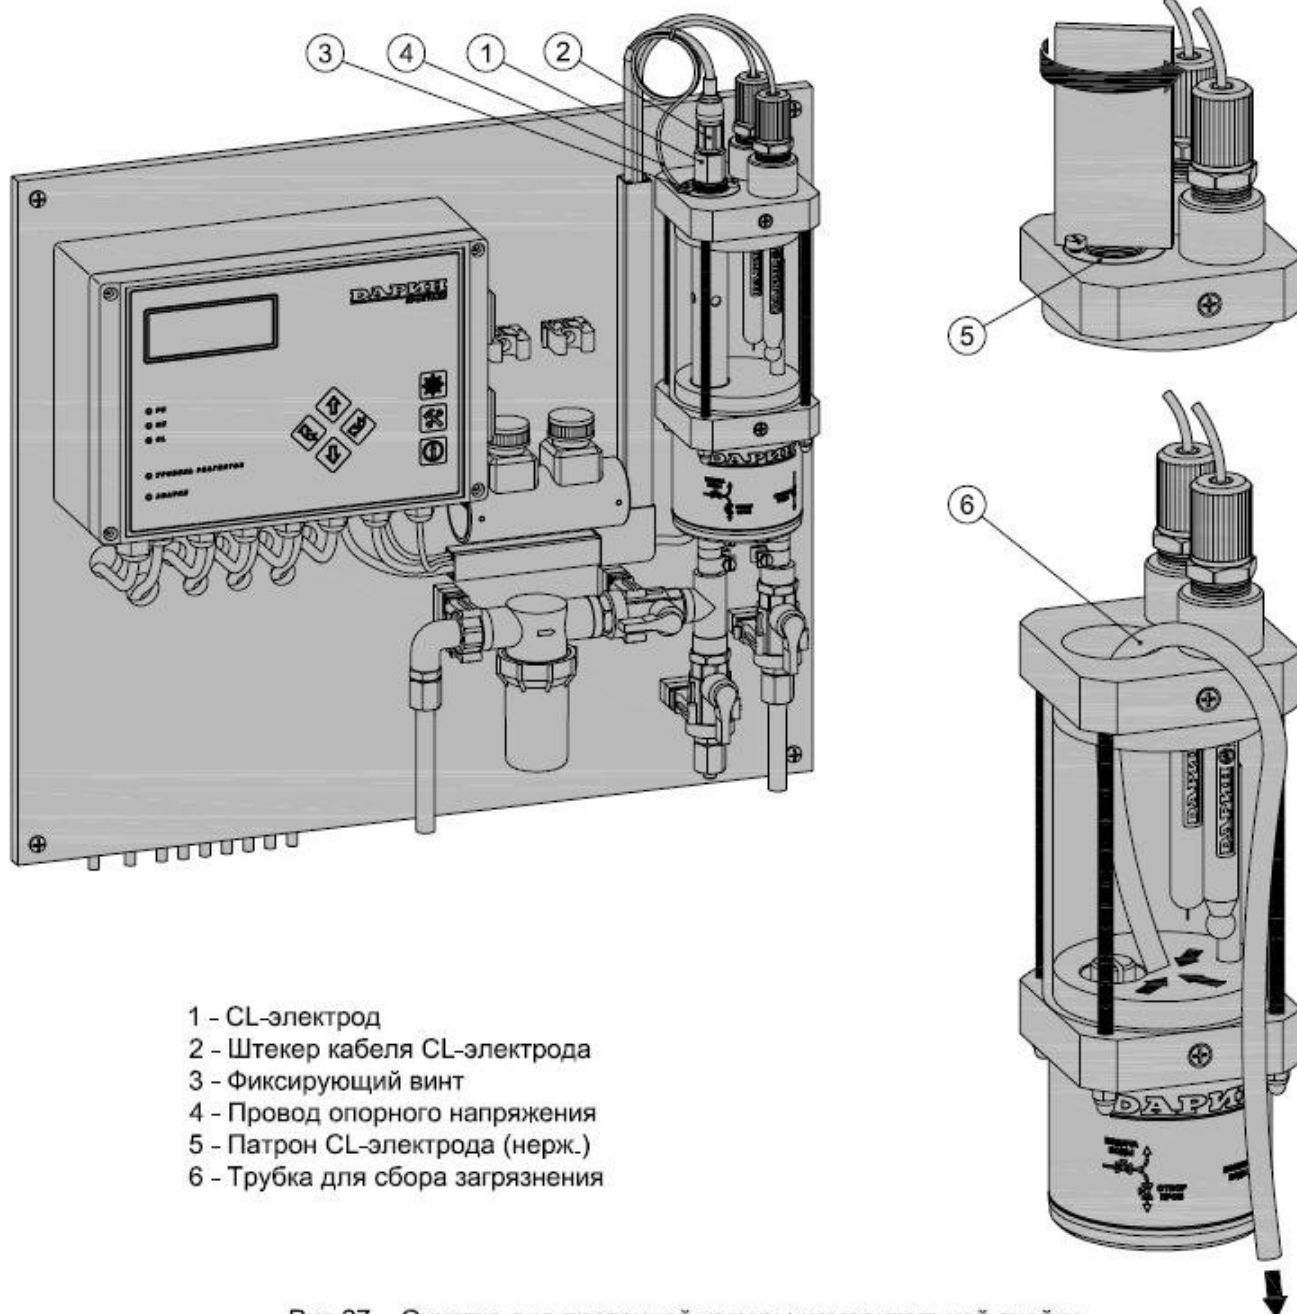

Рис.27 Очистка дна проточной камеры измерительной ячейки
- если измерительная ячейка имеет CL-электрод, то отсоединить штекер кабеля от CL-электрода (см. рис. 27, поз. 1 и 2); ослабить фиксирующий винт и отсоединить провод опорного напряжения от ячейки (см. рис. 27, поз. 3 и 4); выкрутить CL-электрод из ячейки; далее выкрутить патрон CL-электрода из ячейки (см. рис. 27, поз. 5);
- опустить один конец трубки на дно проточной камеры измерительной ячейки, а на другом конце трубки создать разрежение, чтобы из проточной камеры пошла вода, и опустить этот другой конец трубки в приёмную емкость (см. рис. 27, поз. 6);
- слегка выкрутить гильзу рН-электрода (см. рис. 27, поз. 7), чтобы из ячейки смог выходить воздух, дождаться заполнения ячейки водой и закрутить гильзу рН-электрода обратно;
- слегка выкрутить гильзу pH-электрода (см. рис. 27, поз. 7), чтобы из ячейки смог выходить воздух, дождаться заполнения ячейки водой и закрутить гильзу pH-электрода обратно; наличие воздуха в ячейке не нарушает её работоспособности, но желательно заполнять ячейку водой полностью;